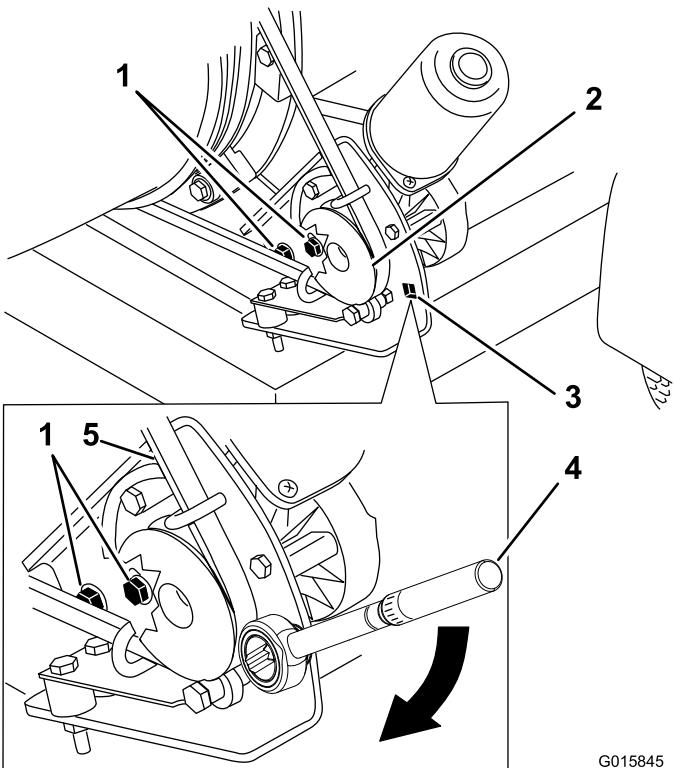

图30
1. 拧开将皮带轮安装支架固定到吹风机机架上的螺栓（图30）。
2. 将扭矩扳手放入皮带轮安装支架（图30）。
3. 将皮带轮安装支架转离出风管，直至扭矩扳手读数为 $22.6\sim26.0\text{N}\cdot\text{m}$ （图30）。